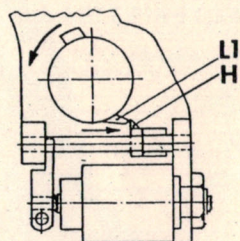
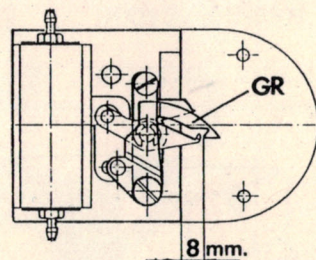
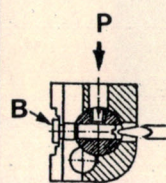

Fig. 4
Fig. 5
Fig. 6.3
La posición de máximo desplazamiento de la horquilla **H** por la acción de la leva **L1**, Fig. 4, debe coincidir con la posición más avanzada del gancho recogedor **GR**, Fig. 5.
La cota de 8 mm., como indica la Fig. 5, corresponde a la posición más avanzada del gancho recogedor **GR**. En caso de que esta cota no se cumpla, aflojar por el orificio lateral el prisionero **P**, Fig. 6.3, que posicona el bulón excéntrico **B** y hacerlo girar convenientemente con un destornillador por el orificio interior de acceso.
- 1° Sitúe la leva **L1** según la Fig. 4.